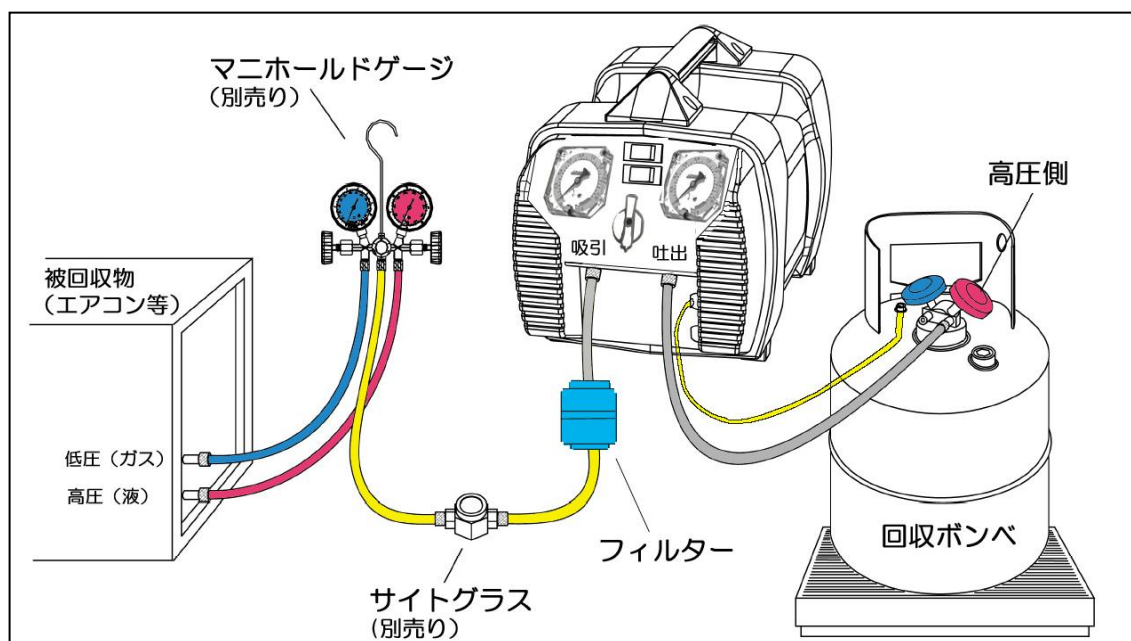

図2 回収機接続図
- ①図2の様に回収機等をホースでつなぐが、回収ポンベに繋がっているホースを外ししっかり手で持つ。
- ②電源スイッチ **ON** ⇒ スタートスイッチ **ON** で運転する。
- ③回収機、ホース内にある空気が排気され徐々にホース先から空気が出なくなり吸引側ゲージが約-0.1 [MPa]になる。
- ④ハンドルを時計回りにパージにし、再度吸引側ゲージが-0.1 [MPa]になる事を確認する
- ⑤起動したままホースをポンベにしっかりと繋ぐ。
- ⑥電源スイッチ **OFF** にし、運転終了。